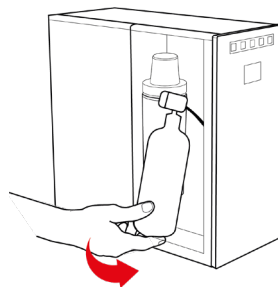

Fig. 7-14
28.18 – Inserire la bombola del gas con il riduttore montato e regolato come descritto al punto precedente nel vano interno dell'apparecchio, vedi Fig. 7-14.